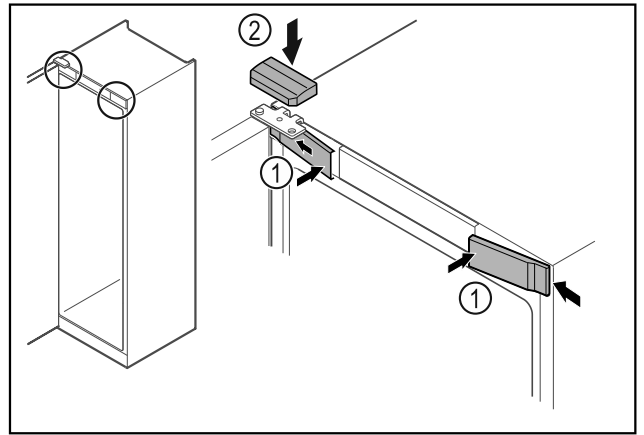

Fig. 68
- ▶ Skyv de fremre dekslene Fig. 68 (1) inn på siden, og smekk dem på plass.
- ▶ Smekk det øvre dekselet Fig. 68 (2) på plass ovenfra.